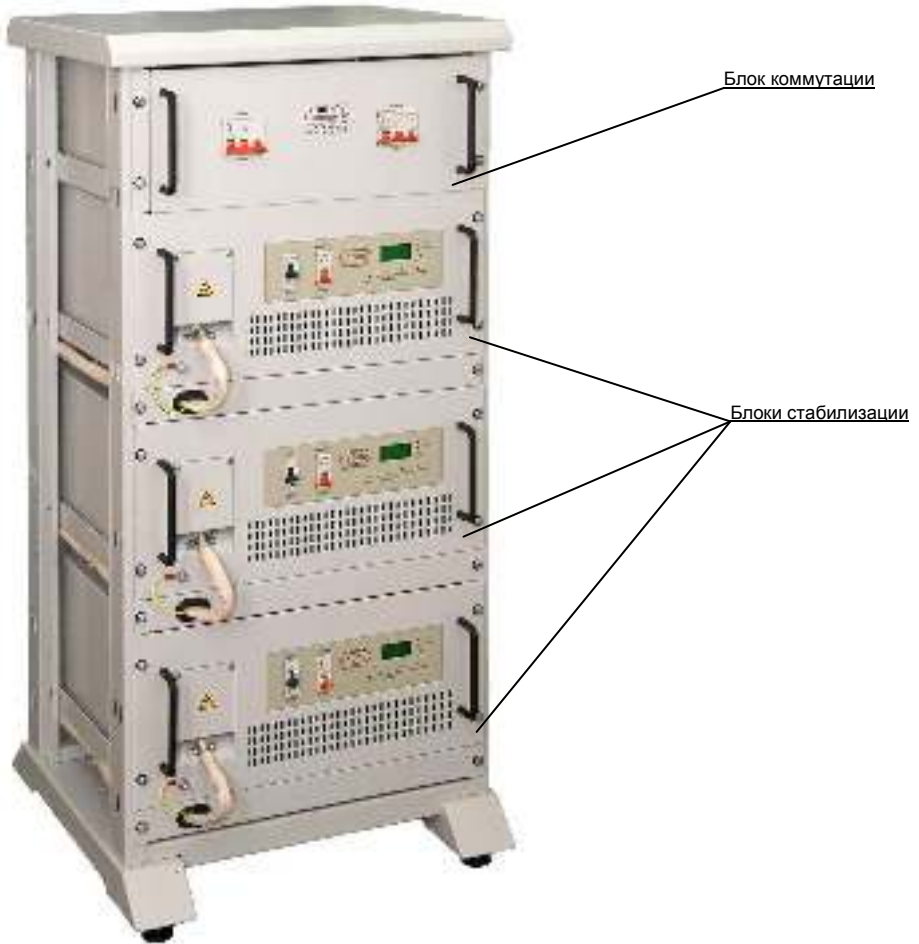

Рисунок 4.1 Внешний вид стабилизатора
4.1 Стабилизатор напряжения состоит из следующих основных частей, объединенных в конструкцию стоечного типа (рисунок 4.1):